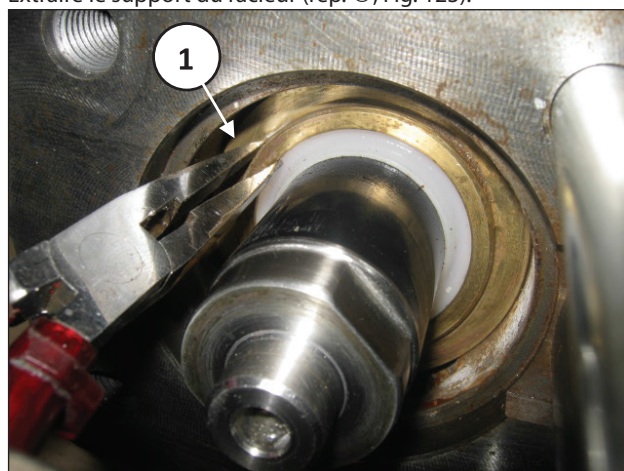

Fig. 123
Extraire le support du racleur (rep. ①, Fig. 123).